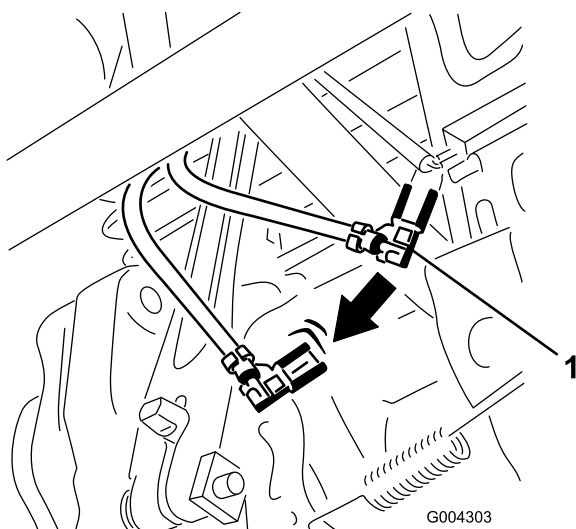

Рисунок 19
6. Отсоедините зеленый провод заземления с зажимом, находящимся под рычагом газа (Рисунок 19).